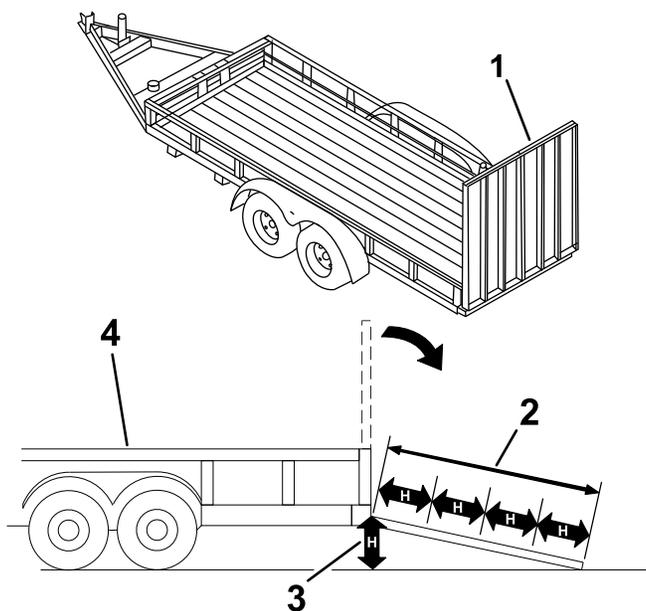

Рисунок 28
При погрузке машины на прицеп или грузовик повышается вероятность опрокидывания, что может привести к получению тяжелой травмы или гибели (**Рисунок 28**).
3. Опустите наклонный въезд (Рисунок 28).